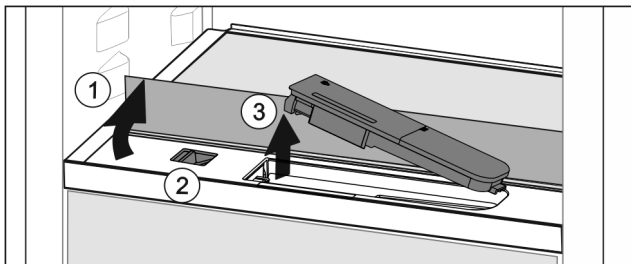

Fig. 51
- ▶ Soulever la tablette et la rabattre vers l'arrière jusqu'à la butée Fig. 51 (1).
- ▶ Pousser le curseur Fig. 51 (2) vers la gauche.
- ▶ Sortir le filtre à eau Fig. 51 (3).